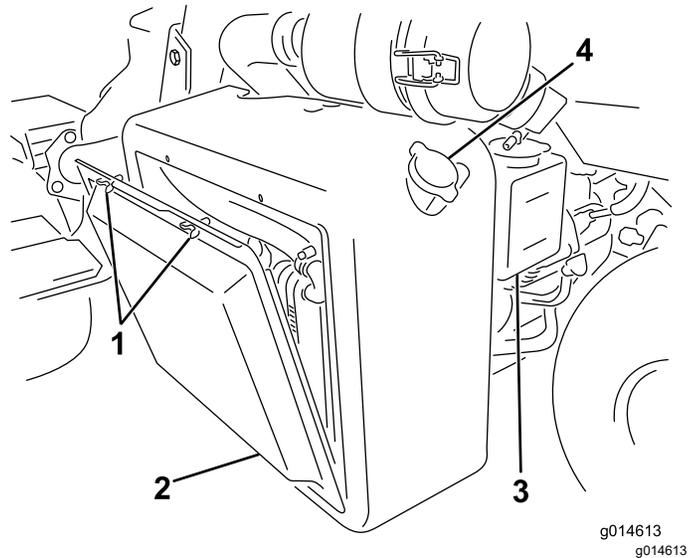
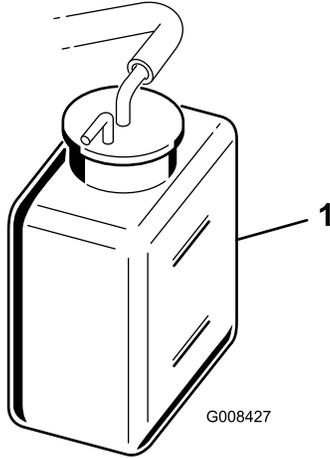

图 45
图 46
1. 拆下散热器吸风滤网图 45。
2. 检查冷却液液位 图 45和 图 46。